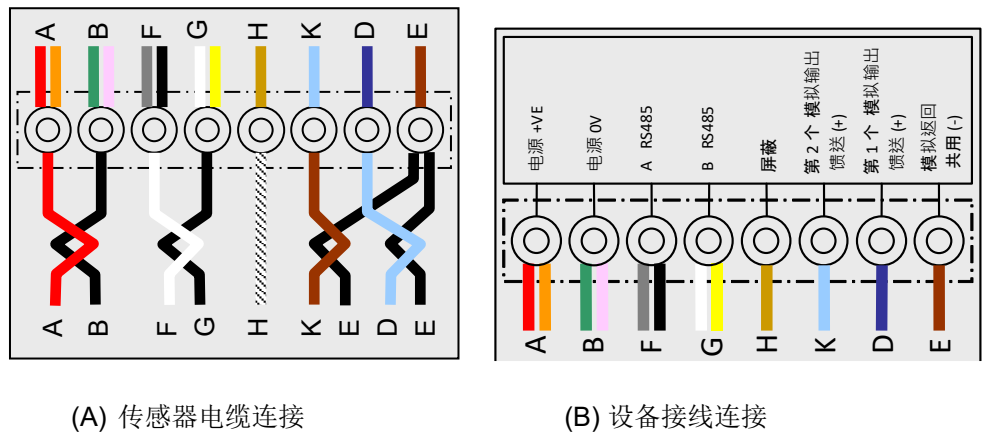

图 10: 接线图
- 按照旋转接头的示意图连接到端子（请参见图 10）。
- 通过外壳电缆密封套引入设备电缆，并截成所需长度。按照盖子的示意图将设备电缆连接至固定接线盒（请参见图 10）。从集电环子总成连接可拆卸式接线盒插头。
- 通过外壳电缆密封套引入设备电缆，并截成所需长度。按照盖子的示意图将设备电缆连接至固定接线盒（请参见图 10）。